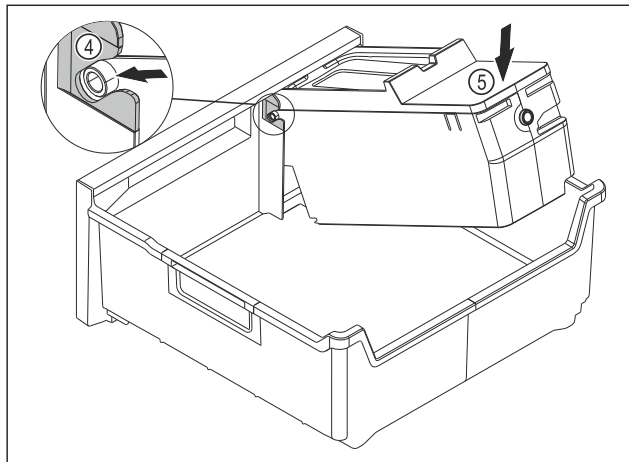

Fig. 167
- Monter le corps de l'EasyTwist-Ice : Insérer les axes du corps de l'EasyTwist-Ice dans les guides Fig. 167 (4).
- Appuyer l'arrière du corps de l'EasyTwist-Ice Fig. 167 (5) vers le bas.